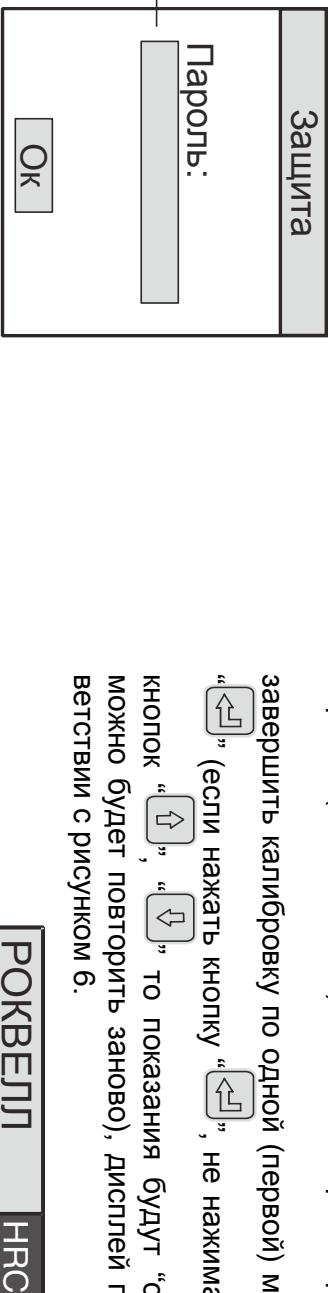

Рис. 4
- 2.6.1.4 Появится окно ввода защитного кода для предохранения от случайного изменения (рисунок 4).